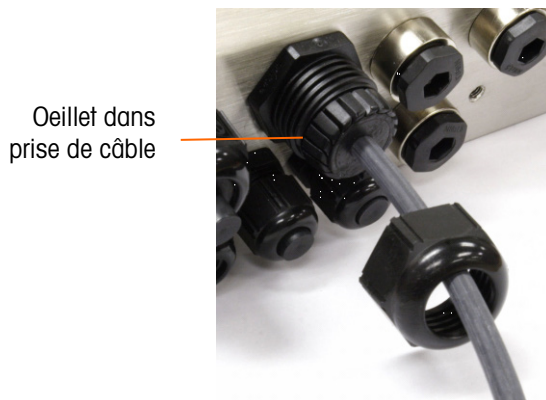

Figure A-27 : Œillet dans le corps de la prise de câble
4. Placez un œillet dans le corps de la prise du câble (voir la Figure A-27).